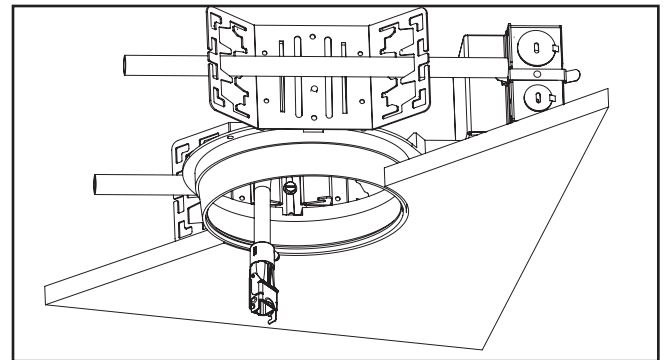

Figure 4.
1. Insérez l'extrémité de la conduite flexible dans l'ouverture de la structure d'ouverture du plafond exposant la partie supérieure de la prise de débranchement rapide (Figure 4.).